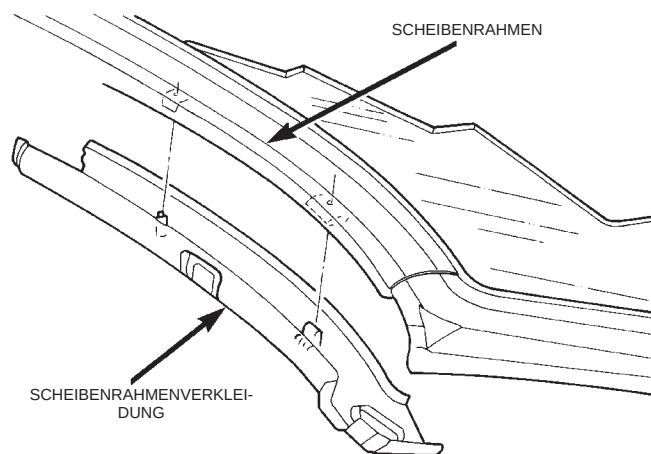

Abb. 49 Scheibenrahmenverkleidung
- (1) Sonnenblende abbauen.
- (2) Rückspiegel abbauen, nur Beifahrerseite.
(3) Halteclip lösen, mit dem die Scheibenrahmenverkleidung am Dachteil befestigt ist.
(4) Scheibenrahmenverkleidung aus dem Fahrzeug nehmen (Abb. 49).